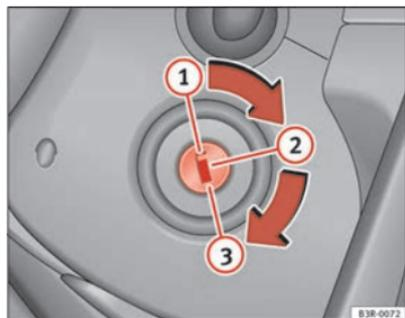

Fig. 137 Posizioni della chiave
- Girare la chiave d'avviamento in posizione ① (⇒ pag. 173, fig. 137).